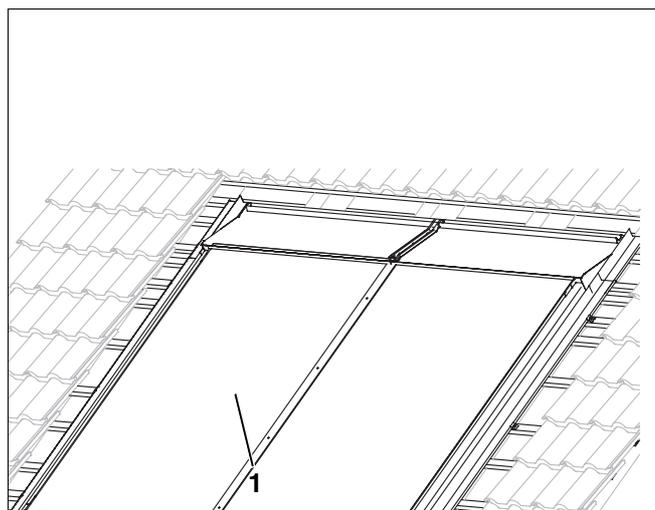

Fig. 41 Lamiere di copertura montate su tutto il perimetro
In caso di montaggio orizzontale, le lamiere di copertura inferiori, centrali e superiori non si sovrappongono tra i collettori (fig. 41, **pos. 1**), bensì al centro dei collettori.